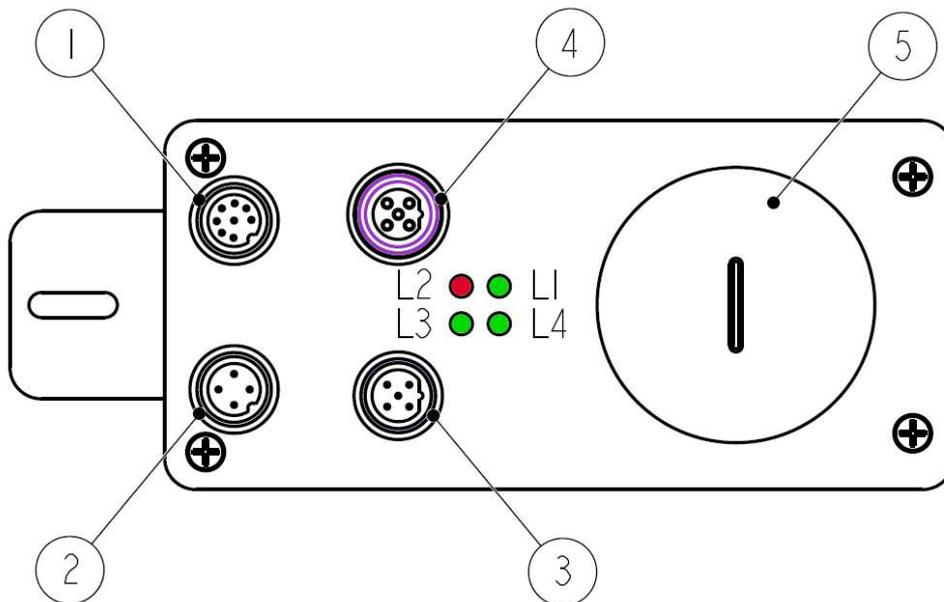

Figura 4: Connessioni elettriche
4.2 Connettori (Figura 4)
4.3 Indicatori LED (Figura 4)
Quattro led, posizionati in prossimità dei due connettori BUS (si veda la Figura 4), segnalano visivamente la condizione di funzionamento dell'interfaccia Modbus e del dispositivo, come esplicitato nella seguente tabella: